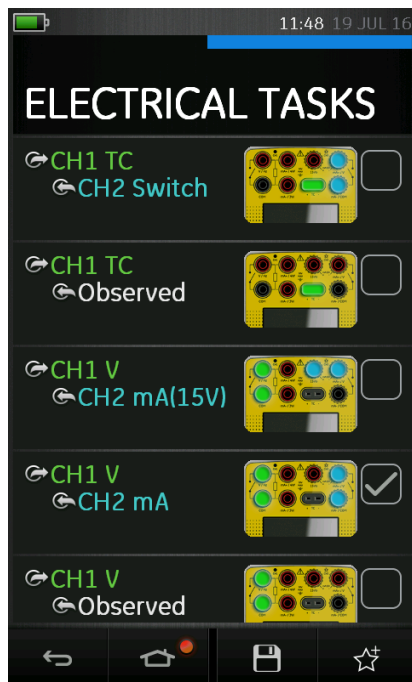

Figure 2-3 Tâche sélectionnée
3. Les fonctions peuvent être copiées dans les favoris (FAVOURITES) (voir section 2.2.3) par sélection (coche) comme illustré Figure 2-3 puis sélection de Copier tâche. ☆⁺